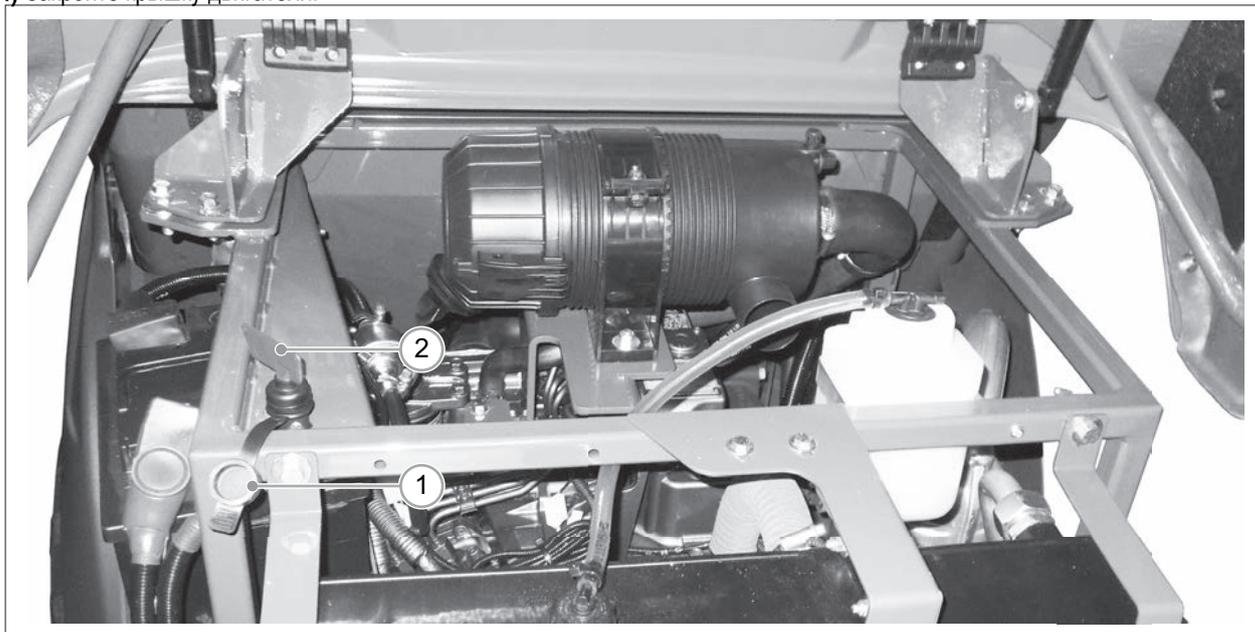

РИС. 18
- 2) Снимите заглушку (РИС. 18 - Сс. 1) из отверстия в выключателе аккумулятора..
- 3) Вставьте специальный ключ (РИС. 18 – Сс. 2) в выключатель аккумулятора и поверните его по часовой стрелке.
- 2) Вставьте специальный ключ (РИС. 18 – Сс. 2) в выключатель аккумулятора и поверните его против часовой стрелки.
- 3) Вставьте заглушку (РИС. 18 - Сс. 1).